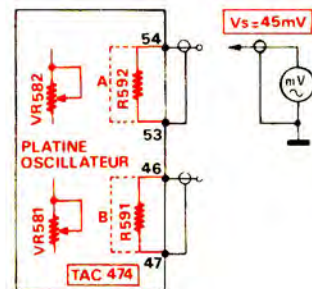

Fig. 28
4. REGLAGE DU COURANT DE PREMAGNETISATION (Fig. 28)